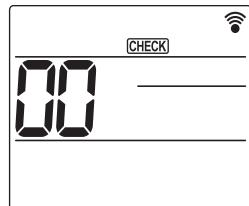

Fig. 6-7
- ① Slå på strömmen minst 12 timmar innan du startar körningen.
- ② Håll knappen **MENU** tryckt i 5 sekunder. (Utför denna åtgärd när fjärrkontrollens display är avstängd.)
- ③ Tryck på knappen **MENU**.
- ④ **[TEST]** och aktuellt driftläge visas. (Fig. 6-7)
- ⑤ Tryck på knappen **—** för att aktivera kylläge och kontrollera att det blåser kall luft från enheten.
- ⑥ Tryck på knappen **—** för att aktivera värmeläge och kontrollera att det blåser varm luft från enheten.
- ⑦ Tryck på knappen **—** och kontrollera att fläktvarvtalet ändras.
- ⑧ Tryck på **—** när du vill stoppa provkörningen. (Efter två timmar kommer en signal att sändas för att stoppa provkörningen.)